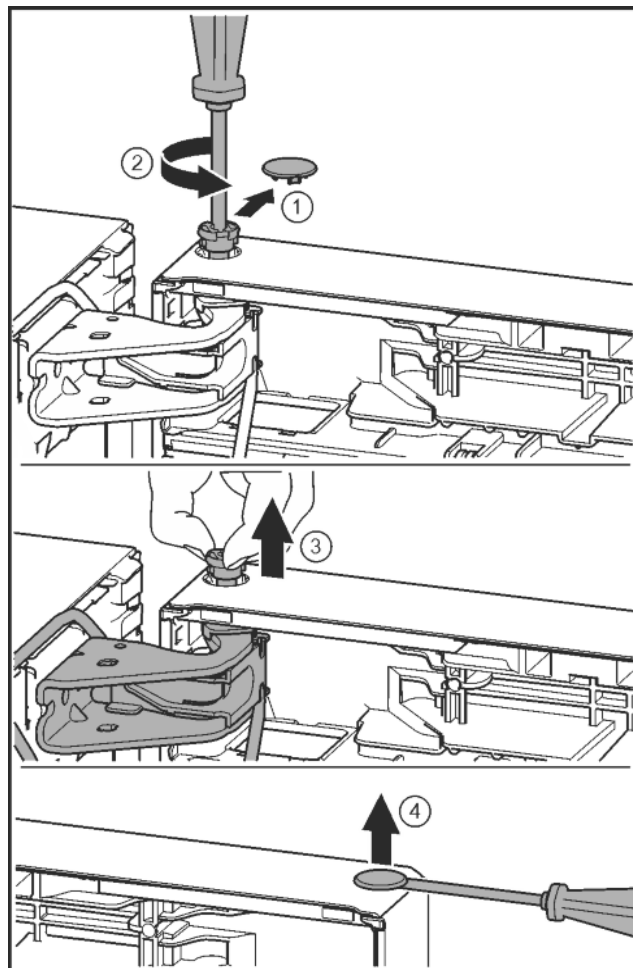

Fig. 26
- Осторожно снять предохранительную крышку. Fig. 26 (1)
- Немного выкрутить палец отверткой T15. Fig. 26 (2)
- Удерживать дверь и вытянуть палец рукой. Fig. 26 (3)
- Осторожно приподнять шлицевой отверткой заглушку из опорной втулки двери и вынуть. Fig. 26 (4)